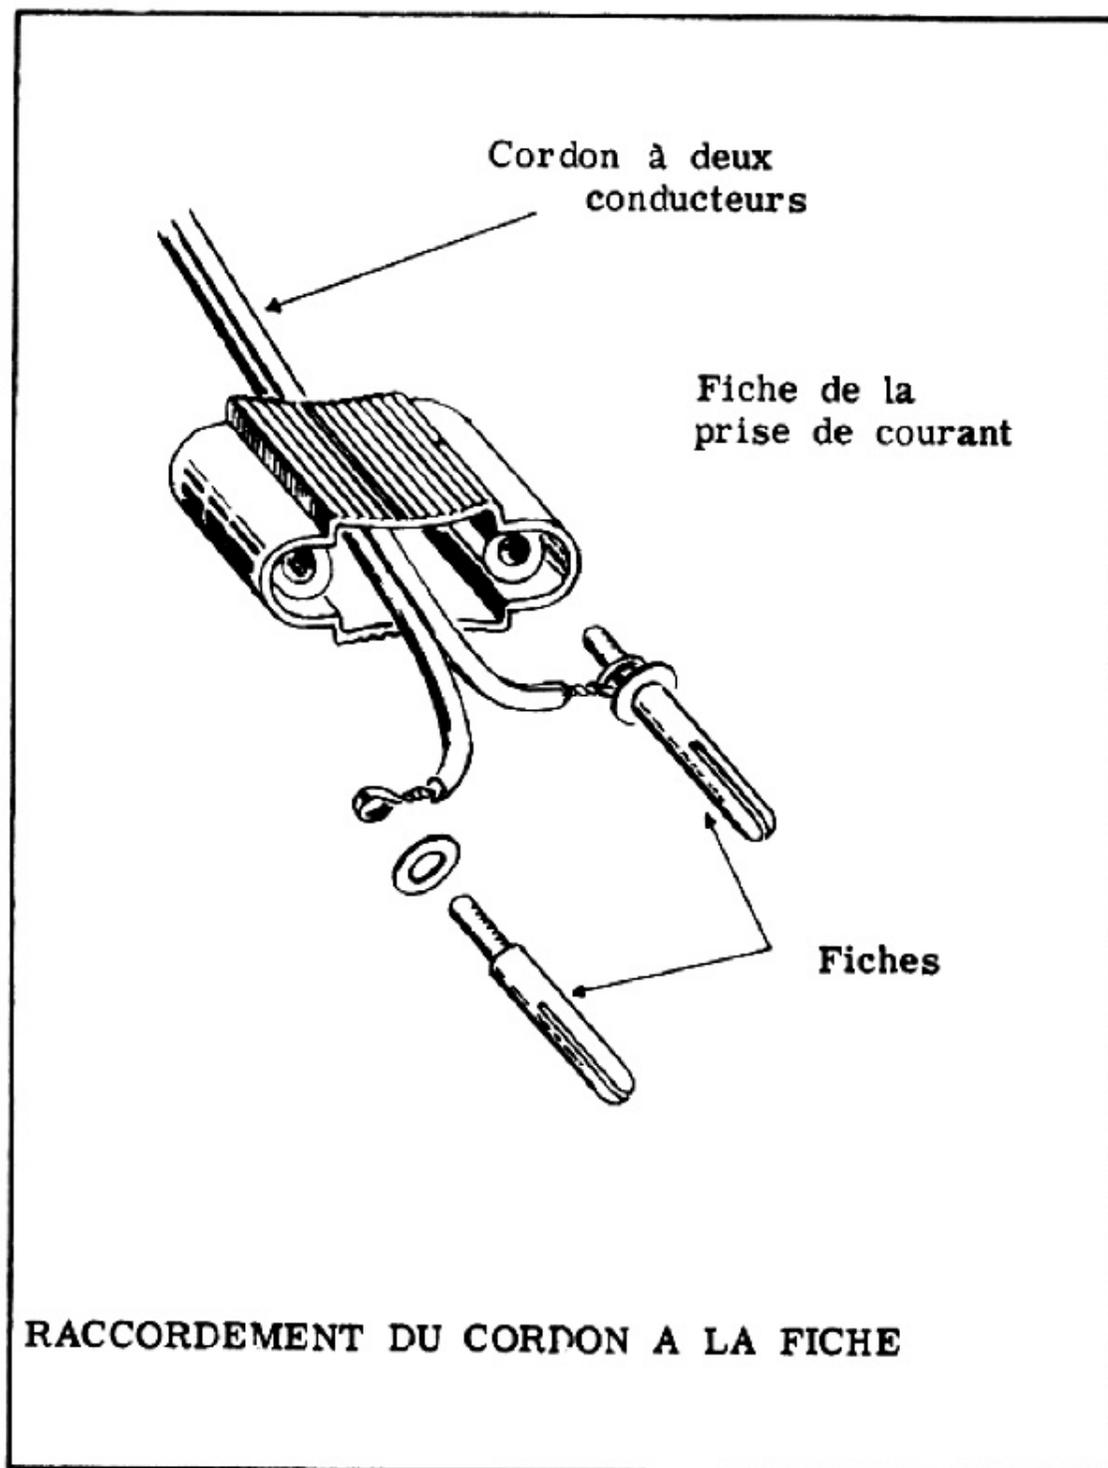

Figure 1
r) Enlevez les deux fiches vissées dans le corps de la prise et enfiler les boucles des fils dans les parties filetées des fiches (*voir figure 1*).